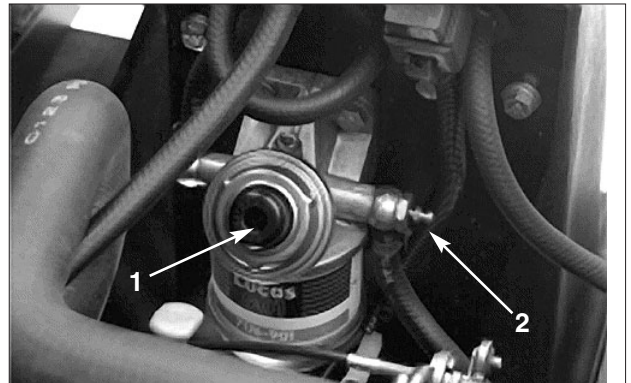

Bild 16
3. Lockern Sie die Entlüftungsschraube am Kraftstofffilter/Wasserabscheider (Bild 16) um einige Umdrehungen. Pumpen Sie den Ansaughebel, bis ein Kraftstoff ununterbrochen aus der Öffnung der Entlüftungsschraube herausströmt. Ziehen Sie, wenn der Kraftstoff nicht mehr schäumt, die Entlüftungsschraube während einer Abwärtsbewegung des Ansaughebels fest. Wischen Sie verschütteten Kraftstoff auf.